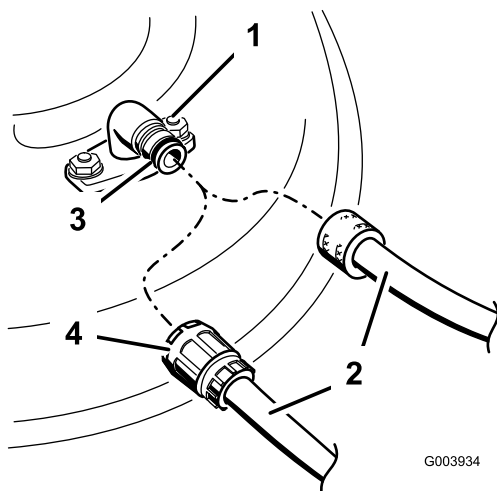

Figura 72
3. Coloque a união da mangueira na extremidade de limpeza do cortador e ligue a água em elevado (Figura 72).